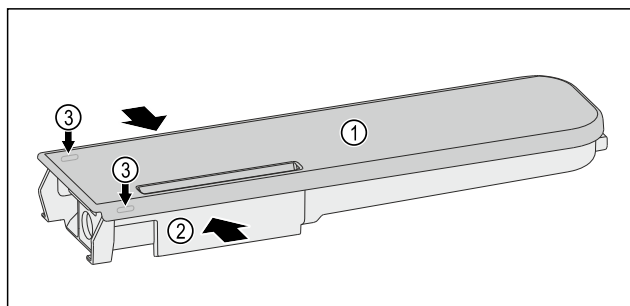

Fig. 224
- Comprimer il serbatoio dell'acqua Fig. 224 (2) e fare leva con attenzione sul coperchio Fig. 224 (1) sollevandolo dai naselli di arresto Fig. 224 (3).
- Spostare leggermente avanti e indietro il coperchio Fig. 224 (1) e rimuoverlo verso l'alto.